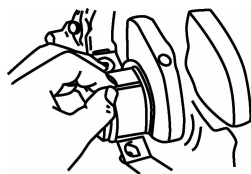

图 2-6 在曲轴轴颈上放置塑料测量片
(1) 拆下曲轴轴承盖, 清洁曲轴轴承和曲轴轴颈。
(2) 将塑料间隙规放在轴颈或轴承上, 如图 2-6 所示。